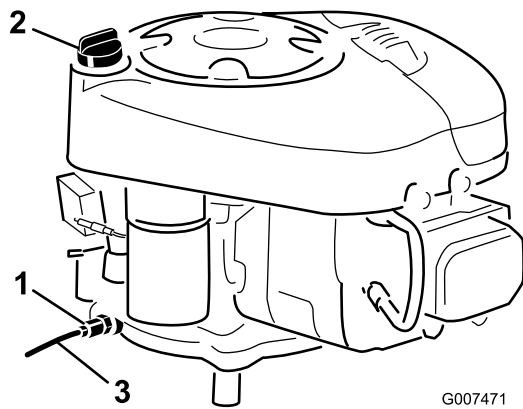

Figura 22
9. Inserte el tubo de drenaje sobre la válvula de vaciado de aceite (Figura 22).
- Abra la válvula de vaciado de aceite (Figura 22).